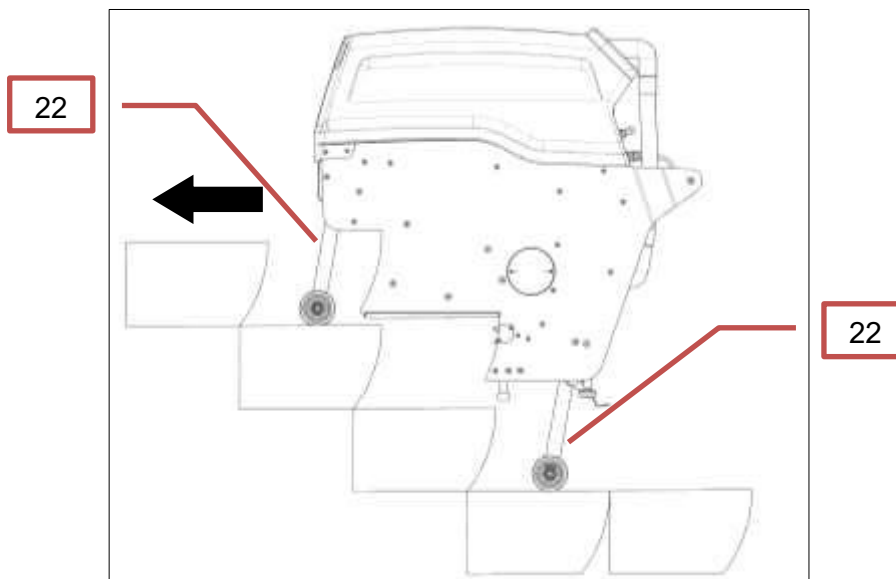

Bild 4 Maschine ansetzen
Maschine mit ausgefahrenen Stellantrieb (22) in Fahrtreppe schieben und durch autorisierten Fahrtreppenbediener bis auf erste komplett ausgefahrene Stufe fahren lassen (Bild 4: Maschine ansetzen).